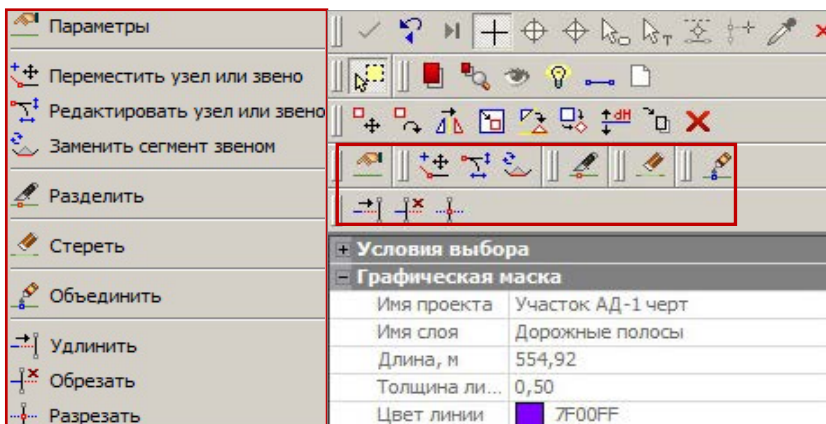

Рис. 4.5
- в режиме универсального редактирования в контекстном меню выводятся только команды индивидуального редактирования элементов (рис. 4.5).